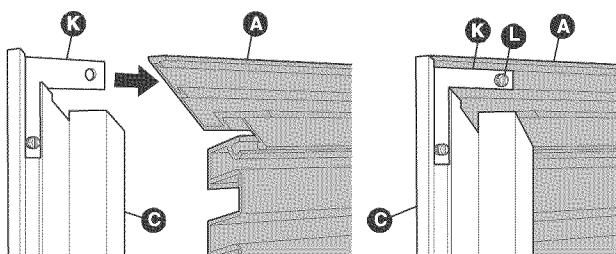

Figura 5
- Una cada moldura lateral (B y C) con la moldura superior (A). Asegúrese de que los extremos del conjunto de rejillas queden encajados dentro del canal de cada moldura lateral y luego únalos con cinta adhesiva. Fije con suavidad los soportes (K) a la moldura superior (A), apretando los tornillos de montaje (L) sólo hasta que queden firmes, para evitar que se forme un hoyuelo en la cara de la moldura. **NO APRIETE DEMASIADO**. Véase la figura 5.